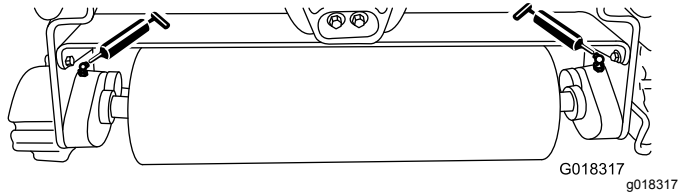

図 6
各ローラ・ユニットにはグリスフィッティングが2つ 図 6 ありますから、15 運転時間ごとにリチウム系 2 号グリスを注入してください。手動式のグリスガンを使用をお勧めします。
2. トリローラのシャフトにグリスを注入する手に圧力を感じるまでポンプ動作を続ける 図 6。